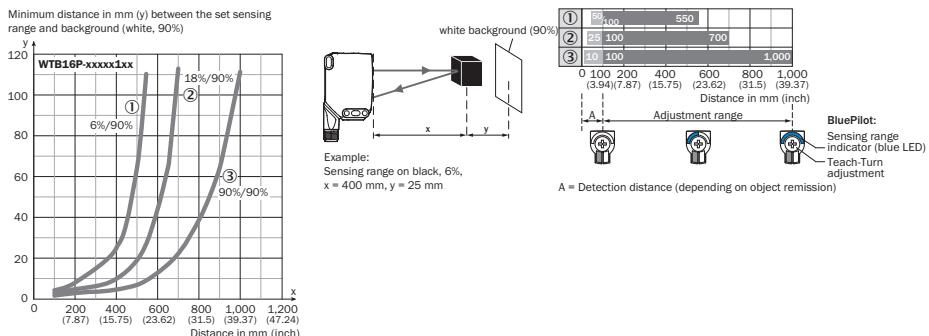

Рисунок 85: Характеристика 1, WTB16P Bluetooth-xxxxx1xx, красный свет
Минимальную дистанцию (= y) для затемнения фона можно определить по диаграмме [рисунок 85 ①] следующим образом: